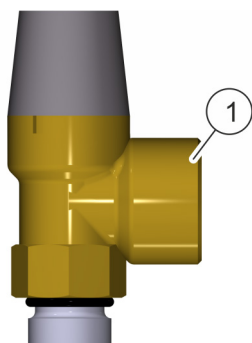

Fig. 23: Collegare il tubo di sfiato.
Condurre un tubo di sfiato al tubo di uscita della valvola di sicurezza (fig. 23/1) e rac-cordarlo.
- Accertarsi che tutte le principali valvole di arresto (fig. 23) e i rubinetti di riempimento e di svuotamento siano chiusi.